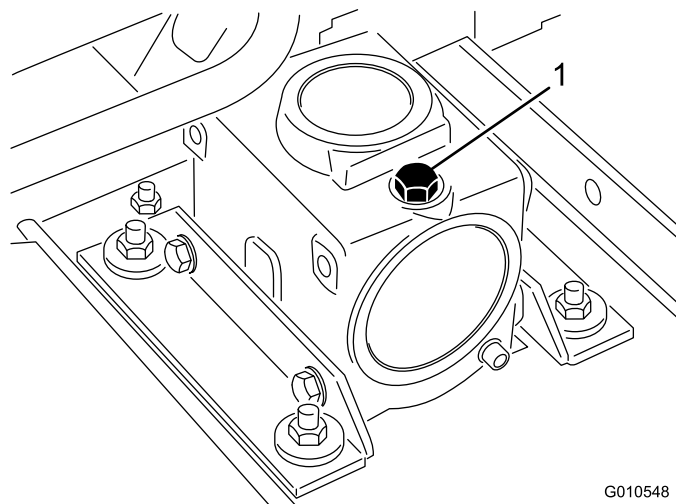

Figura 12
2. Retire a vareta/tampão de enchimento da parte superior da caixa de velocidades (Figura 12) e verifique se há lubrificante entre as marcas da vareta. Se o nível de lubrificante estiver baixo, adicione lubrificante suficiente até o nível ficar entre as marcas.